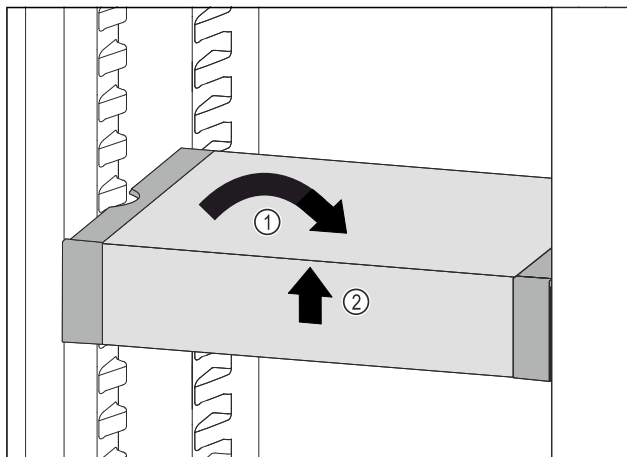

Fig. 97
- ▶ VarioSafe ustawić prosto. *Fig. 97 (1)*
- ▶ VarioSafe unieść z przodu. *Fig. 97 (2)*